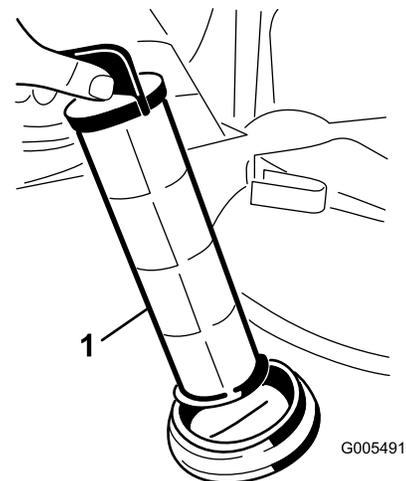

Figure 67
4. Sortez la crépine d'aspiration de l'orifice (Figure 67).